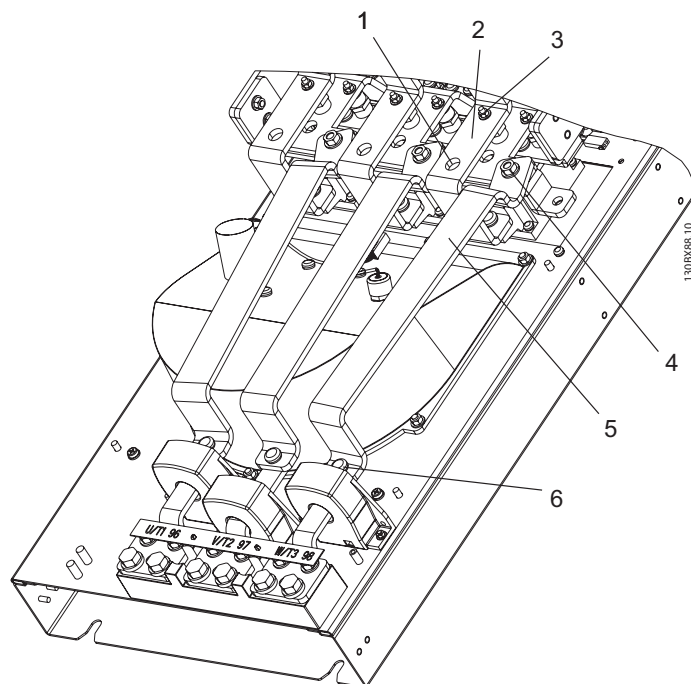

Ilustración 7.20: Conjunto del ventilador (1 de 2)
2. Retire las tres barras conductoras de salida del IGBT (véase la ilustración 7-20) quitando las 6 tuercas de sujeción (8 mm), una en cada extremo de cada barra. Retire las barras conductoras.